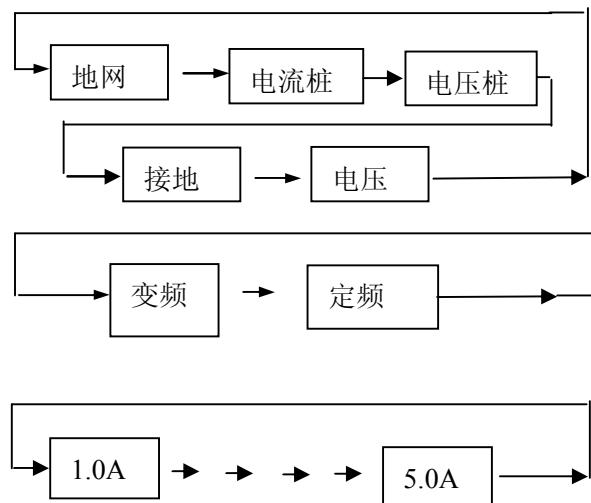

图 5
3.3、在光标当前所示项目，按 ▼ ▲ 键可进行该项菜单的变更，并循环指示，流程见图 5 所示。